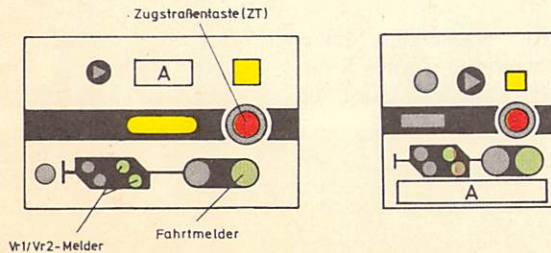
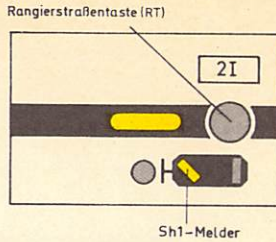

Bild 37
Bild 38
- (1) Die zu einer Fahrstraße gehörenden Signale kommen beim Einstel- len der Fahrstraße selbsttätig auf Fahrt; es leuchten die Fahrtmel- der der Haupt- und Haupt/Sperrsignale sowie die Vr 1/Vr 2-Melder der Vorsignale grün (vgl. Bild 37), die Sh 1-Melder der Lichtsperr- signale gelb (vgl. Bild 38).